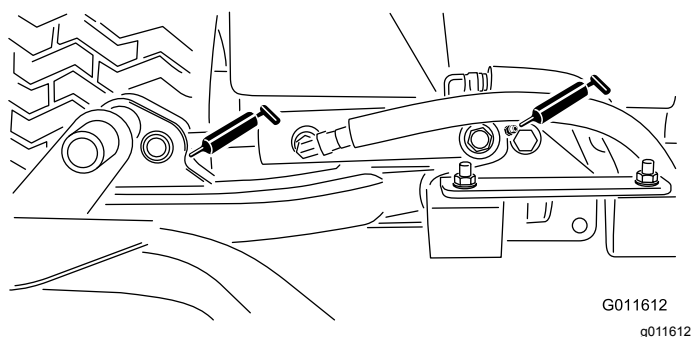

Figure 48
- Vérins des bras de levage des tabliers de coupe (2 chacun) (Figure 48)
- Pivots des bras de levage (1 chacun) (Figure 48)